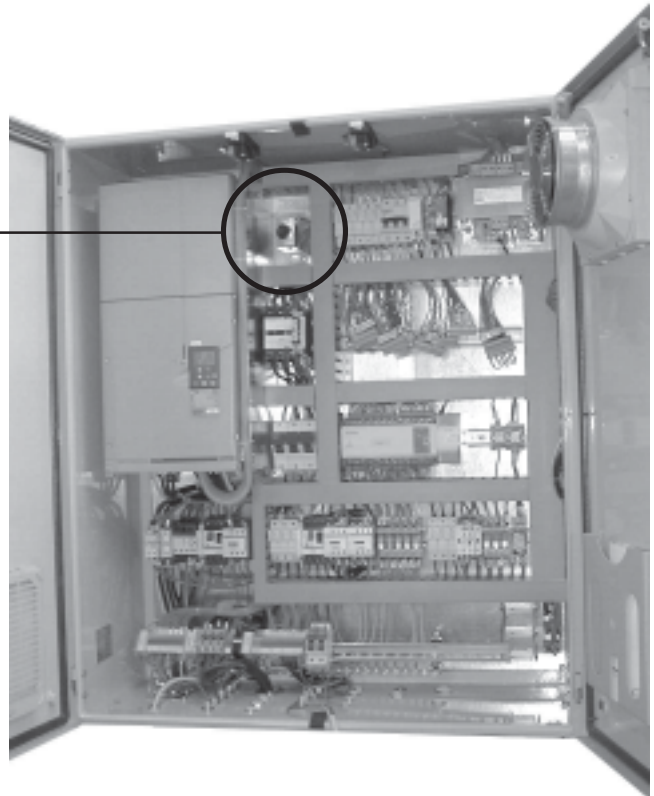

Abb. 3.4.4
- E) Zum Wiedereinschalten des Krans die Taste **SB001** im Hauptschaltkasten QEG gedrückt halten (Abb. 3.4.4).